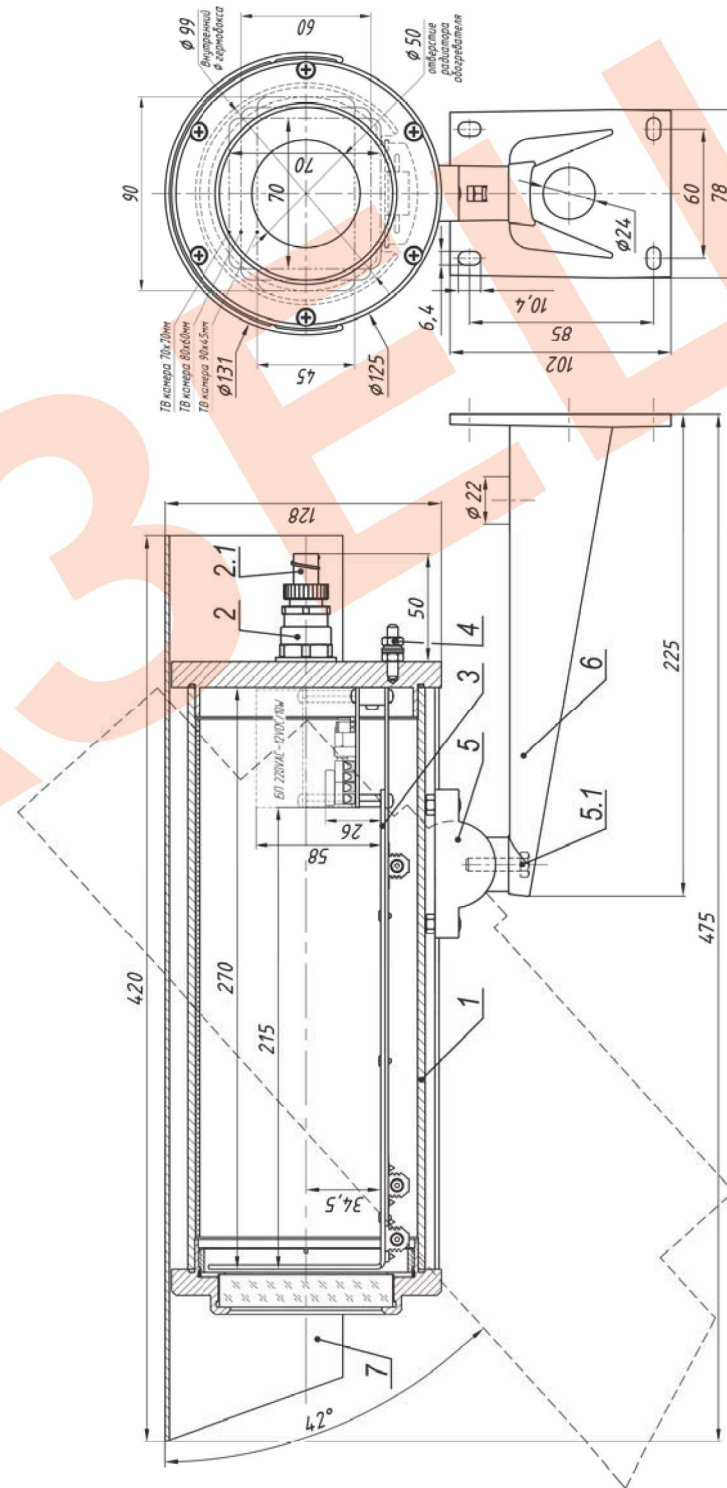

Рис.1 Состав и габаритно-установочные размеры ТГБ-4Г ТВ Ex
2. Выдвинуть модуль видеокамеры (поз.3 рис.1) из кожуха.
9. Обеспечить защиту кабелей во взрывоопасной зоне металлорукавом. Металлорукав фиксируется на гермовводе с помощью держателя металлорукава (поз.2.1 рис.1).
10. Ослабив болт фиксации шарнира (поз.5.1 рис.1), установить гермобокс на нужное направление обзора, после чего надёжно зафиксировать шарнир затянув болт.
11. Заземлить гермобокс с помощью клеммы заземления (поз.4 рис.1).
В состав изделия входят (см. рис.1):